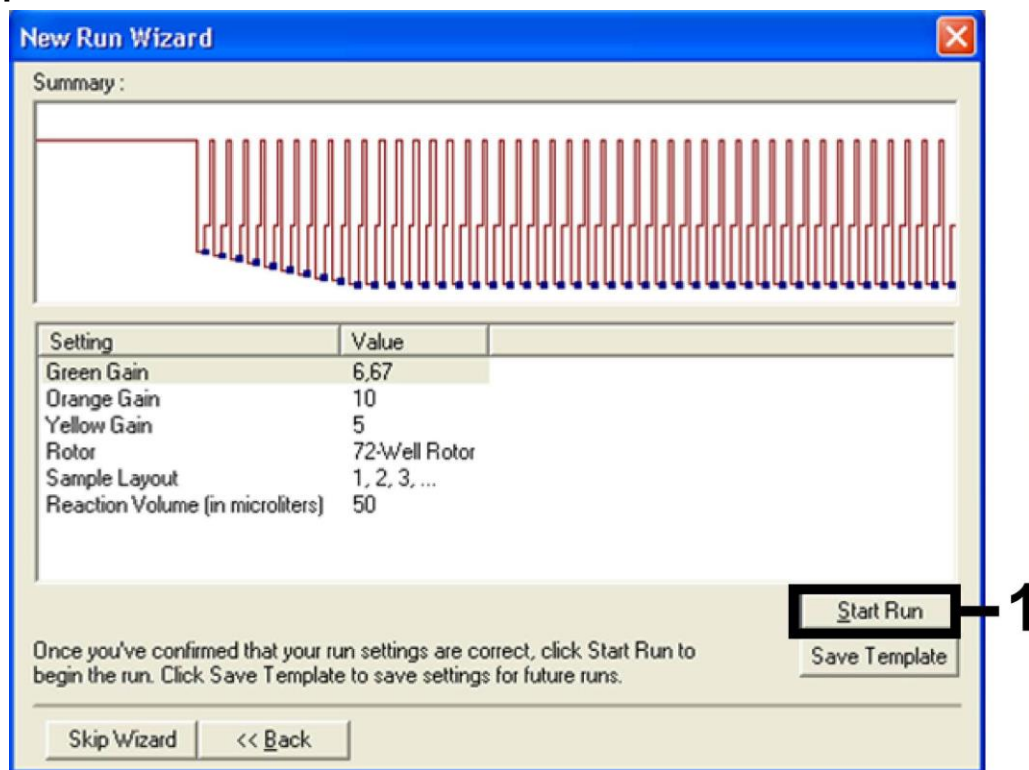

Figure 9. Lancement du cycle.
Lancement du cycle	Figure 9
10. Les valeurs de gain déterminées par le calibrage de canal sont automatiquement enregistrées et répertoriées dans la dernière fenêtre de menu de la procédure de programmation (Figure 9). Cliquer sur « Start Run ».